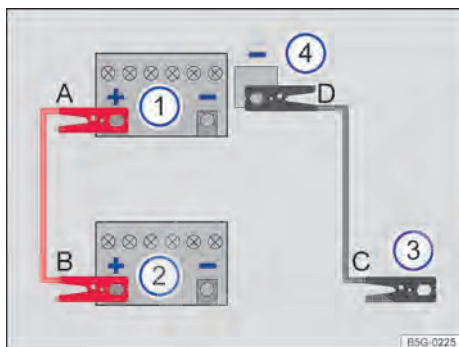

Fig. 218 Esquema para a conexão dos cabos auxiliares de partida no veículo que presta auxílio de partida.
Legenda para Fig. 218:
Conectar o cabo auxiliar de partida somente na sequência A – B – C – D → Fig. 218.
- Conectar uma extremidade do cabo auxiliar de partida *vermelho* ao polo positivo (+) do veículo com a bateria do veículo descarregada → Fig. 218 **①** → **▲**.
- Conectar a outra extremidade do cabo auxiliar de partida *vermelho* ao polo positivo (+) da bateria do veículo fornecedora de corrente → Fig. 218 **②**.
- Conectar uma extremidade do cabo auxiliar de partida *preto* → Fig. 218 **③**, de preferência, num ponto de auxílio à partida (ponto de aterramento), ou então, na argola de reboque dianteira rosçada, conectar uma peça metálica maciça firmemente aparafusada com o bloco do motor ou no próprio bloco do motor.
- Conectar a outra extremidade do cabo auxiliar de partida *preto* → Fig. 218 **④** no veículo com a bateria descarregada, de preferência, ao ponto de auxílio à partida (ponto de aterramento) → Página 284 ou então na argola de reboque dianteira aparafusada
- Desconectar o cabo auxiliar de partida com o motor em funcionamento somente na sequência **D – C – B – A** → Fig. 218.